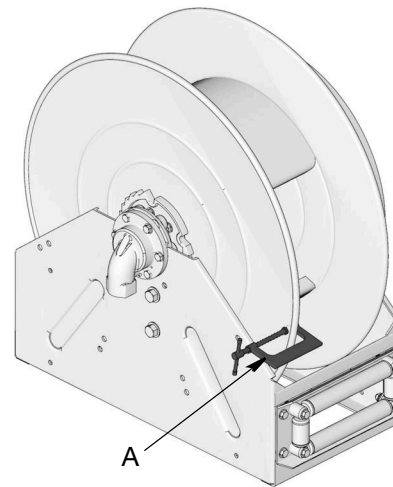

FIG. 10
- Fixer solidement un collier en C (A) à la bobine d'enrouleur comme illustré sur la FIG. 10 pour empêcher l'enrouleur de se déverrouiller brusquement et de tourner librement.